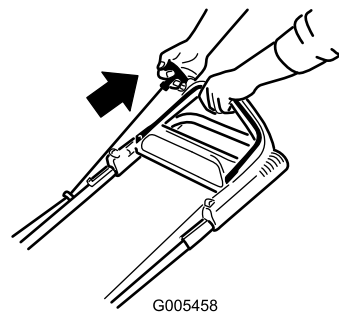

Figure 13
2. Tirez sur la poignée du lanceur (Figure 13).